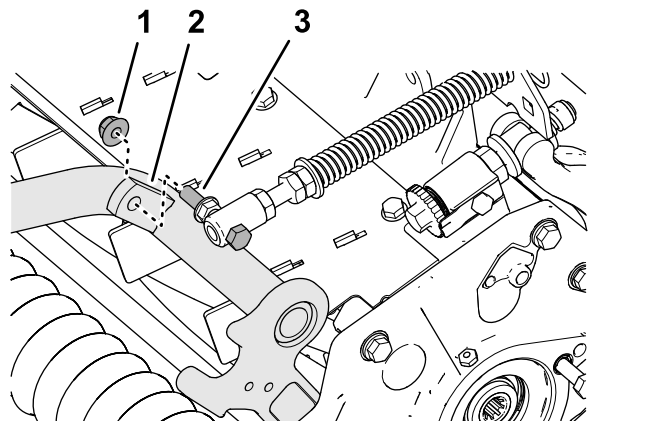

Figura 20
4. Montați dopul filetat al arcului de compensare pentru gazon pe umărul drept al cadrului de susinere (Figura 20) folosind o contrapiuliă cu guler ($\frac{3}{8}$ ").